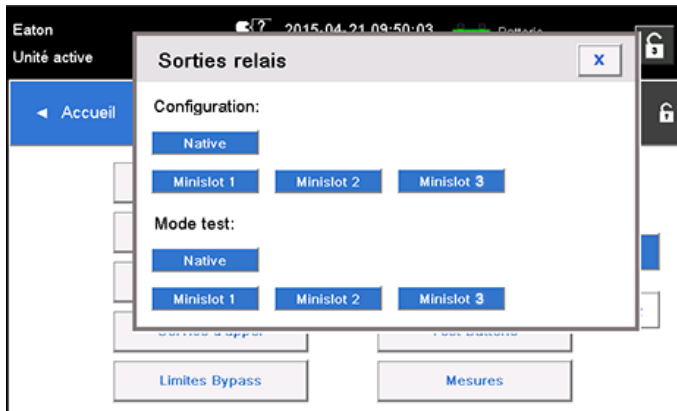

Figure 36. Options de configuration de sorties de relais
10. Vous pouvez tester les relais en sélectionnant l'une des options en mode test (voir figure 36).